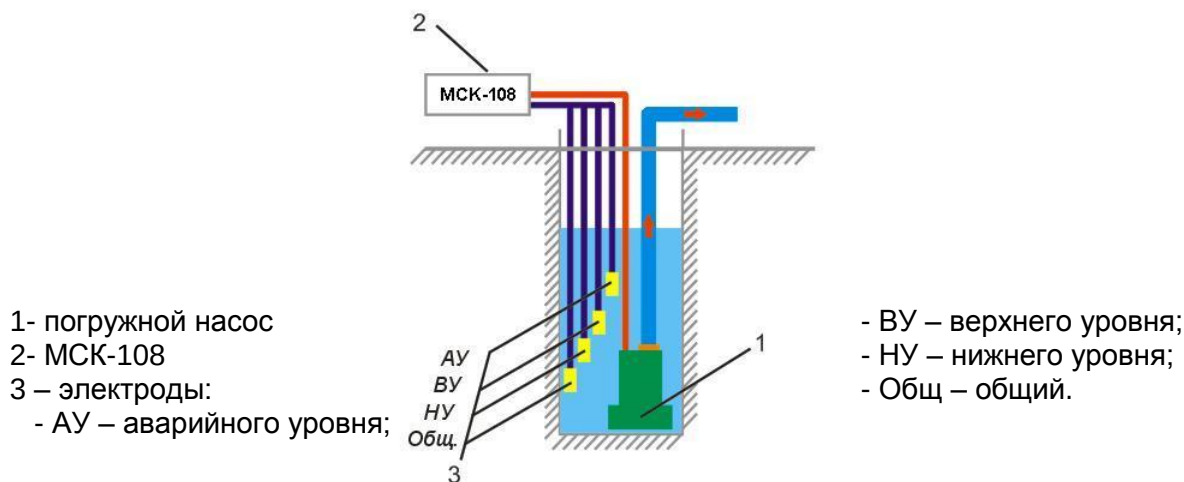

Рисунок 2.5 – Применение МСК-108 в режиме дренажа с кондуктометрическими датчиками (датчиками уровня)
- дренажа с датчиками уровня (рис. 2.5).